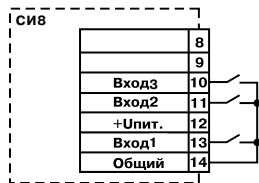

Рис. 2
- контакты кнопок, выключателей, герконов, реле и т.п. (рис. 2);